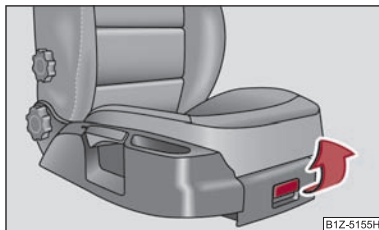

Fig. 96 Scaunul pasagerului față: Compartimentul de depozitare
- Pentru deschiderea capacului, apăsați pe încuietoare și trageți capacul ⇒ fig. 96.